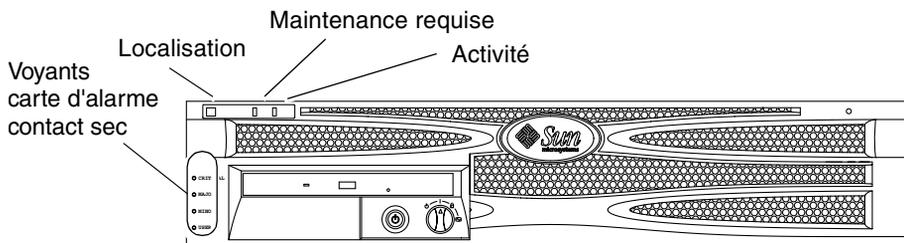

FIGURE 1-2 Emplacement des indicateurs du panneau avant
- FIGURE 1-2 Emplacement des indicateurs du panneau avant 4
Les serveurs comportent trois voyants d'état. Ils sont situés sur le cache avant (FIGURE 1-2) et reproduits sur le panneau arrière. Le TABLEAU 1-2 résume les fonctions des voyants.
La carte d'alarme de contact sec comporte quatre voyants d'état pris en charge par ALOM. Ils sont placés verticalement sur le cache avant (FIGURE 1-2). Pour de plus amples informations sur les voyants d'alarme et les états d'alarmes du contact sec, consultez le TABLEAU 1-3. Pour de plus amples informations sur les voyants d'alarme, consultez le *Guide de l'utilisateur du logiciel Advanced Lights Out Manager Software de Sun pour le serveur Netra 240* (817-5002-11). Pour plus d'informations sur une API permettant de gérer les indicateurs d'alarme, reportez-vous à l'Annexe A.